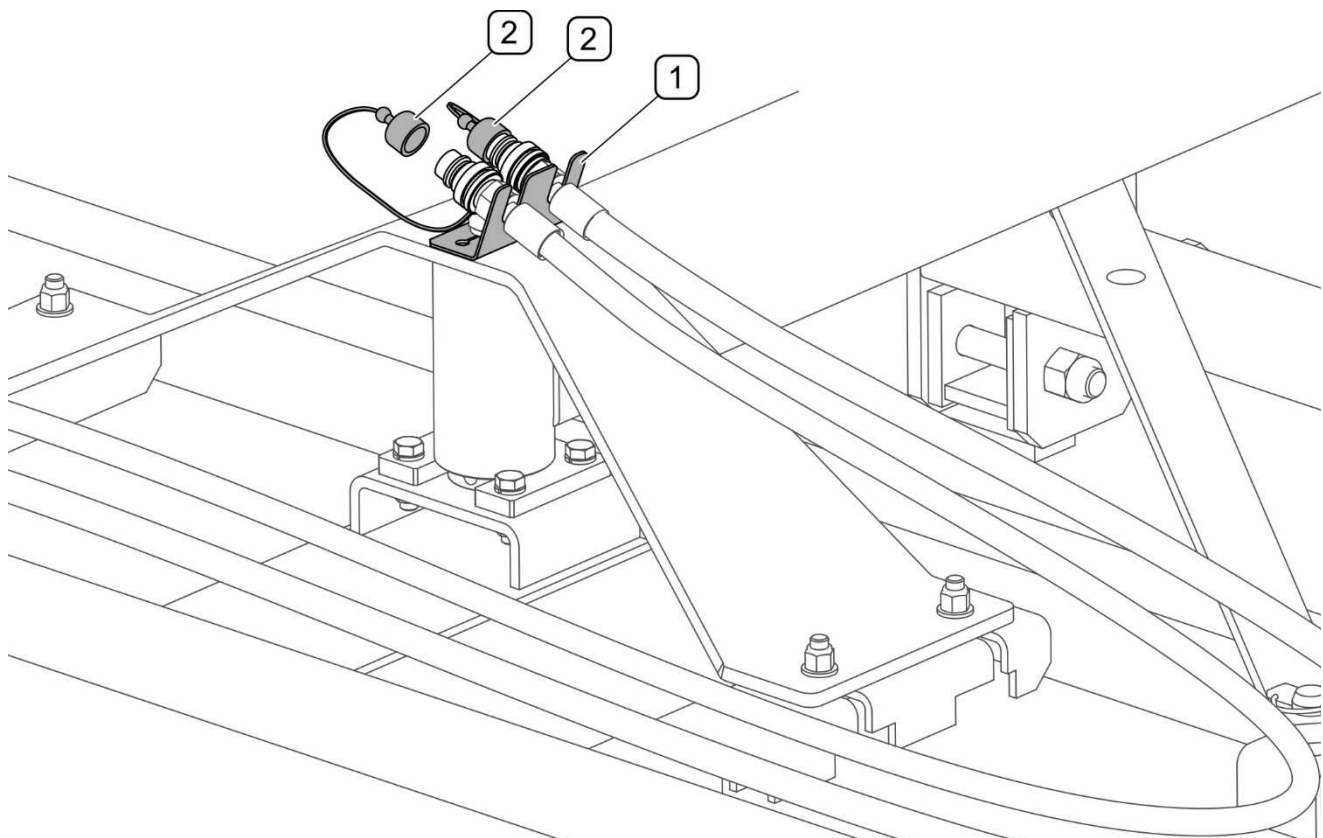

FIGURE 4.14 Protection des connecteurs après le dételage du tracteur
- Abaisser le pied-béquille (1) et ajuster sa hauteur.
- Débrancher les connecteurs du câblage du système hydraulique du tracteur, les protéger avec des bouchons et mettre dans un support spécial sur le châssis (FIGURE 4.14)